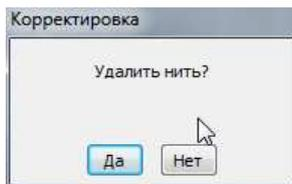

Рис.82. Окно подтверждения удаления
- В появившемся всплывающем меню операций с нитью выбрать пункт «Удалить нить». Появится окно подтверждения удаления нити (см. рис. 82).